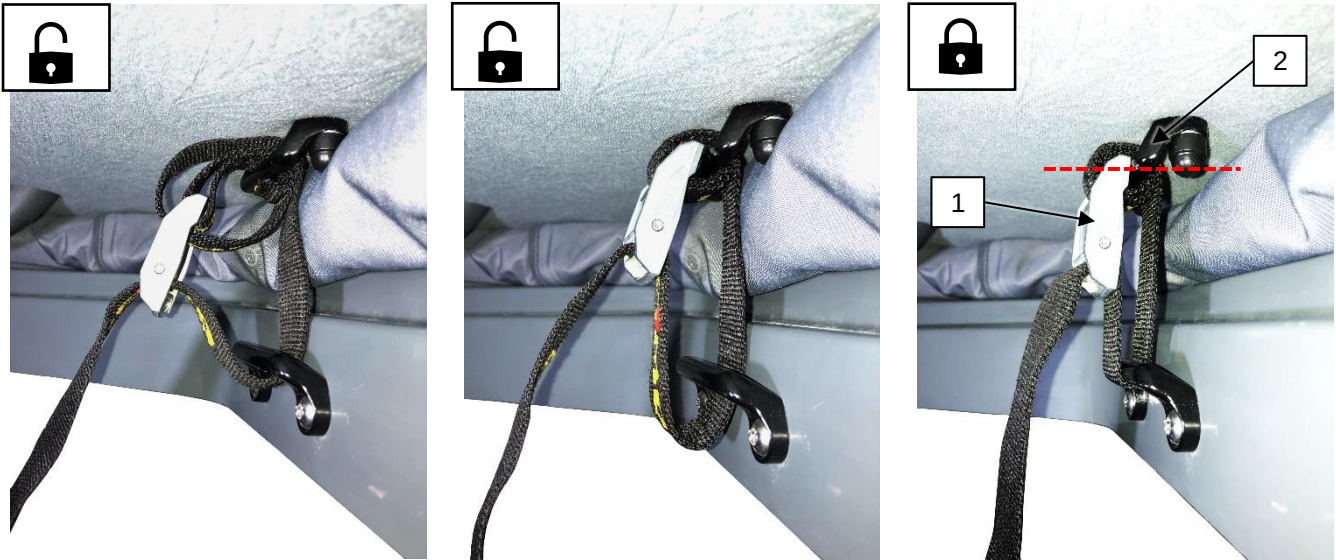

Abb. 5-1: Gurtbandführung der Verriegelung
- Das Gurtband entsprechend Abb. 5-1 anbringen und straffziehen: Die Schnalle (1) muss auf dem Bügel (2) aufliegen!